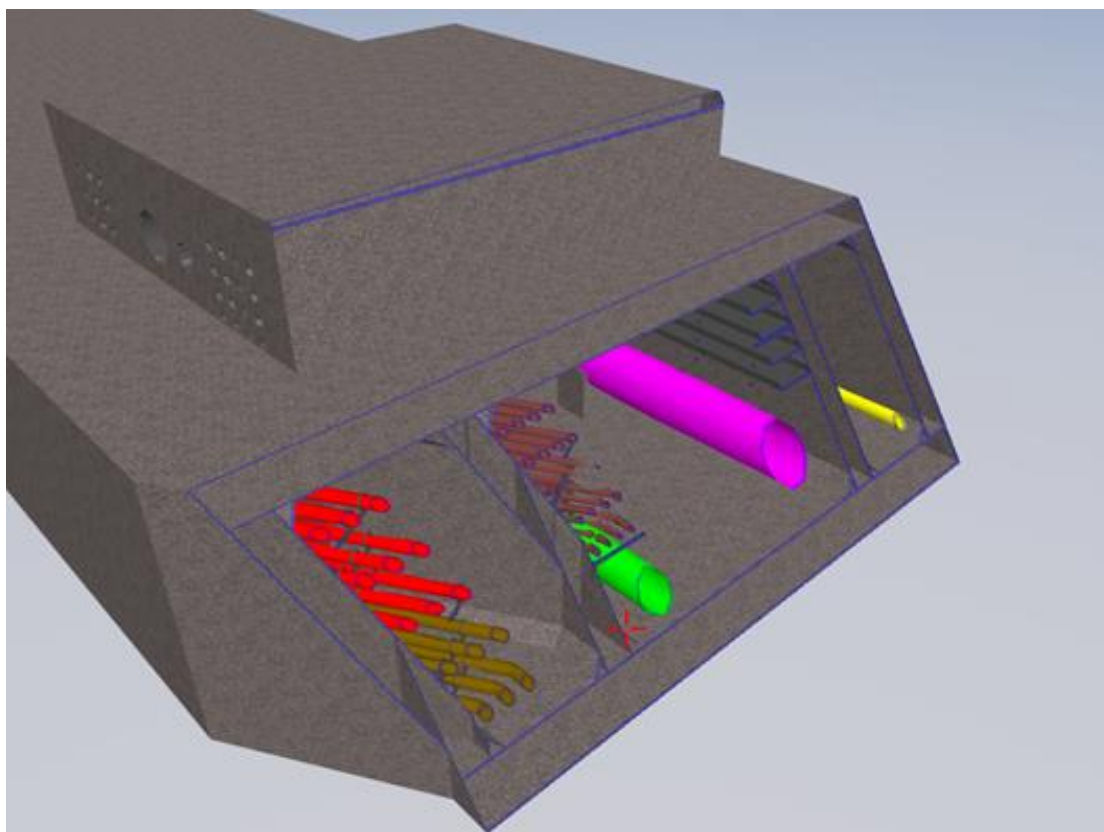

图 8 单面剖切效果
- 确认剖切：将剖切面移动到合适位置，单击 ，剖切面箭头方向隐藏，背面显示。（如图8所示）